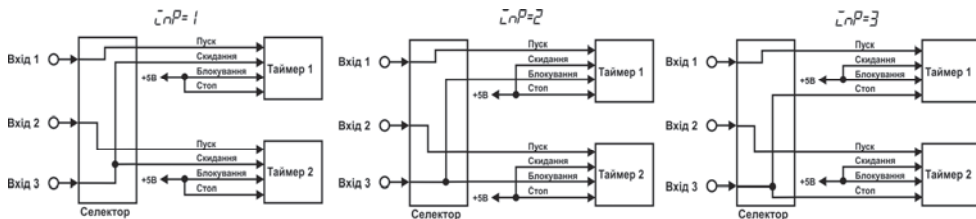

Рисунок 3.13
3.1.4.1 **Роздільне запускання** таймерів здійснюється за першим та другим входами пристрою, відповідно, при значеннях « $\bar{L}nP$ »=1, 2 або 3. Третій вхід пристрою може бути підімкнений, відповідно, до входів «Скидання», «Блокування» або «Стоп» одночасно обох таймерів (рисунок 3.13).